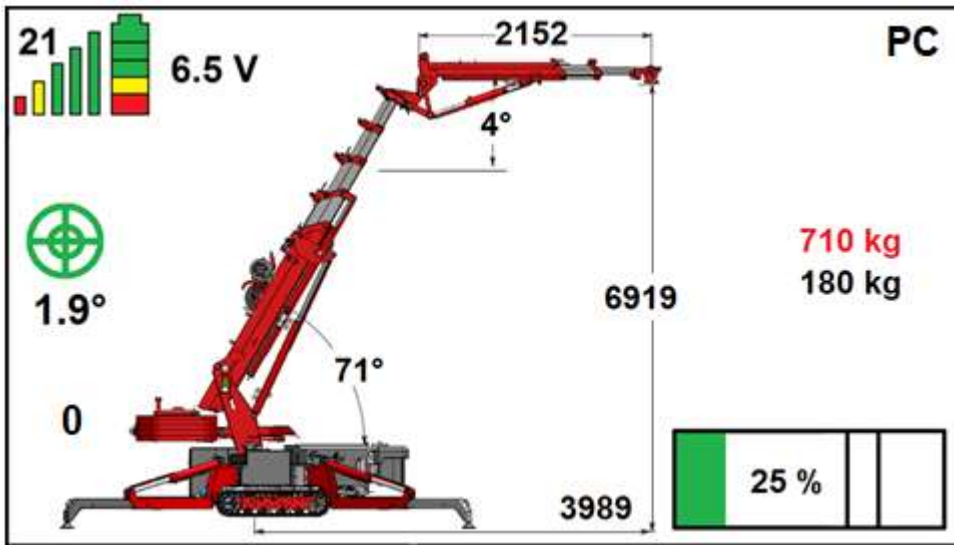

Figure: 60
- En haut à gauche apparaît la fréquence d'émission. (Voir Figure 60) est ici en position 21.
- La puissance du signal est indiquée par 5 barres droites. Lorsque la puissance est bonne, elle apparaît comme sur la (Figure 60). Lorsque le signal faiblit, les barres vertes disparaissent d'abord, et ensuite les jaunes et les rouges.
- Le faible niveau de batterie apparaît dans le symbole de batterie dans l'angle supérieur gauche de l'écran. Lorsque la batterie est totalement chargée, 3 carrés verts, 1 jaune et 1 rouge s'affichent comme sur la (Figure 60). Lorsque la charge n'est pas pleine, certains carrés disparaissent.
- La tension est affichée en volts. Dans la (Figure 60), elle est de 6,5V.
- La planéité de la machine est également indiquée par les cercles verts au centre à gauche. Dans la (Figure 60), la grue est inclinée de 1,9°.
- La position du bras de grue principal est de 71° dans la (Figure 60).
- La position du bras de la grue est de 4° dans la (Figure 60).
- Le rayon de déplacement est de 3989 mm dans la (Figure 60).
- La hauteur de hissage est de 6919 mm dans la (Figure 60).
- La longueur du bras de la grue est de 2152 mm dans la (Figure 60).
- La charge de la grue est de 25% dans la (Figure 60).
- La (Figure 60) indique que le ballast est déployé. Lorsque le ballast est rétracté, il se déplace et quand le ballast est retiré de la grue, il n'apparaît plus à l'écran. Une valeur est également indiquée derrière le ballast. Dans la (Figure 60), le 0 signifie que le ballast est rétracté. (0 mm) déployé. Lorsque vous déployez le ballast, vous voyez ici la distance d'extension du ballast.
- Les lettres PC apparaissent dans le coin supérieur droit de l'écran (voir Figure 60). Cela signifie que la grue est en position Pick and carry. Elle utilise alors le diagramme de charge pick and carry.